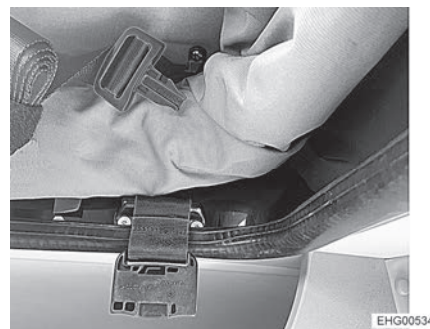

Bild 98 Bältlås, öppet
- Stäng och dra åt båda bältlåsen (Bild 98).